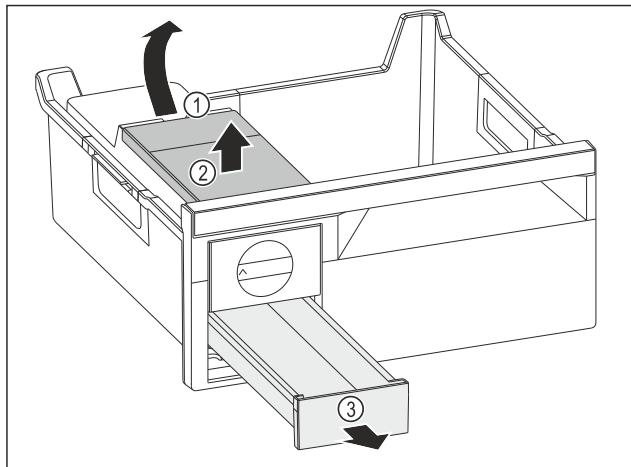

Fig. 105
- Вийняти бак для води: підняти бак для води за заглиблення Fig. 105 (1).
- Вийняти бак для води Fig. 105 (2) рухом вгору.
- Вийняти висувний ящик для кубиків льоду Fig. 105 (3) рухом вперед.